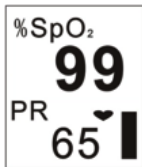
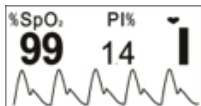
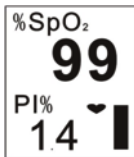

Figura 5
Figura 6
Figura 7
- Presionar dos veces la tecla Display, la pantalla del display cambiará como se muestra en la Figura 5.
- Presionar la tecla Display tres veces, la pantalla del display (como se muestra en la Figura 5) se girará a 180°.
- Presionar la tecla del display de modo circular, la pantalla del display será conmutada entre las dos ventanas (como se muestra en la Figura 4 y en la Figura 5) y la cuatro direcciones se visualizarán alternativamente.
6. Presionar prolongadamente la Tecla Display (aproximadamente 2 segundos), se visualizará la pantalla como se muestra en la Figura 6. Las diferencias entre la Figura 6 y la Figura 4 son las siguientes:
- En la Figura 6, la SpO₂ y el índice de perfusión se supervisan y se visualizan en la pantalla.
7. Cuando en la pantalla se visualiza lo que se muestra en la Figura 6, presionar la tecla Display de forma circular, la pantalla del display se conmutará entre las dos ventanas (como se muestra en la Figura 6 y en la Figura 7) y la cuatro direcciones se visualizarán alternativamente.
8. La ventana de visualización (como se muestra en la Figura 6 o en la Figura 7) volverá a la pantalla como se muestra en la Figura 4 o en la Figura 5 si no se realiza la operación dentro de 10 segundos.